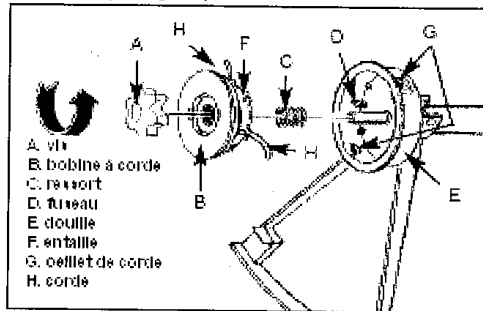
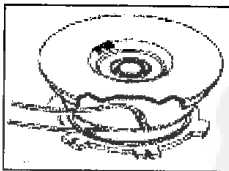

Fig. 9A
Fig. 9B
1. Dévissez le vis (A) en le tournant en sens inverse des aiguilles d'une montre (Fig. 9A). Utilisez éventuellement un tournevis.
2. Enlevez la bobine à corde (B) et le ressort (C) du fuseau (D).
3. Enlevez le reste de la corde coupante (H).
4. Mettez en place une corde longue de 14' (4.3 m) avec le diamètre de 0.080" (2mm). Mettez le bout de la boucle dans l'entaille de la bobine à corde (Fig. 9B).